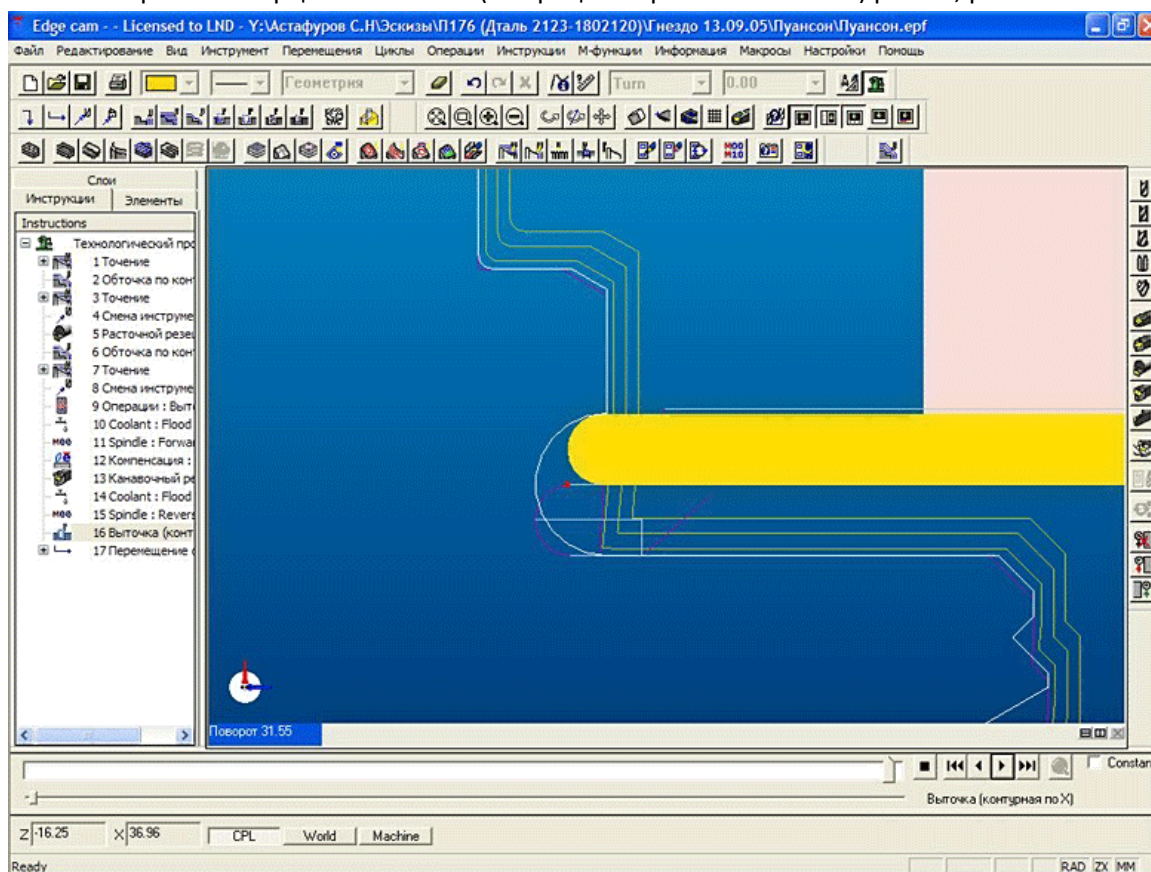
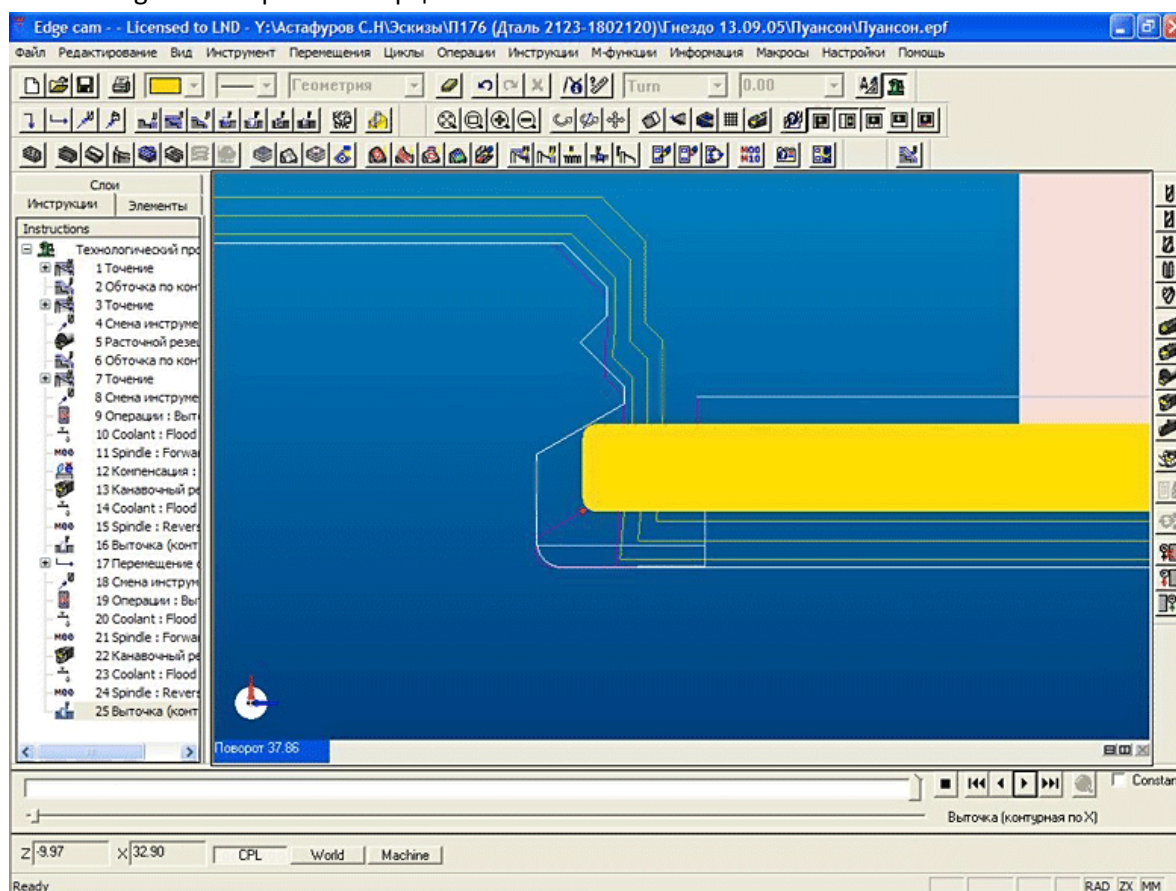

Рис. 15. Edgescam. Обработка торцевых канавок.
Рис. 16. Edgescam. Обработка торцевых канавок.
15. Обработка торцевых канавок (Операция обработка выточек) рис.15, рис.16